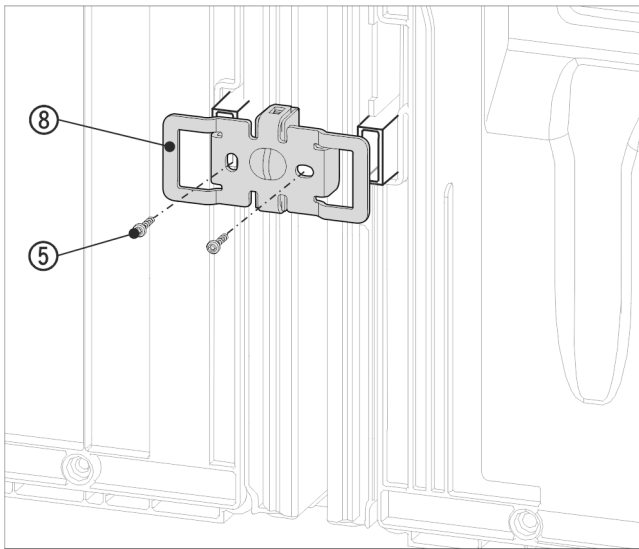

Fig. 18 Приблизне відображення
- ▶ Знову всунути кут Fig. 18 (8) з виїмками через кріплення для пристінної розпірки.
- ▶ Закрутити 2 гвинтами Fig. 18 (5).